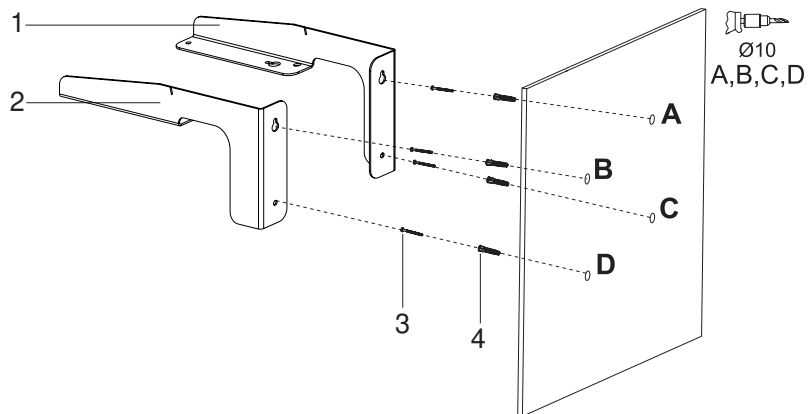

Abb. 11
1. ➤ Markieren und bohren Sie mit einem Ø10 mm Bohrer die Punkten A-D zur Wandmontage (Abb. 11).